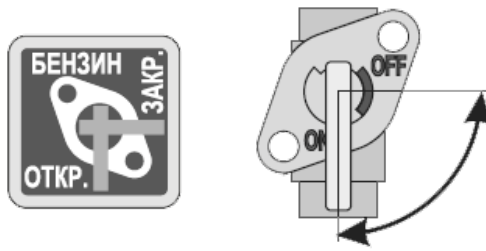

Рисунок 5. Схема роботи паливного крана.
1. Відкрити паливний кран важелем крана у напрямку руху годинникової стрілки до упору в положення «Відкрито» («ON») (рис. 5).